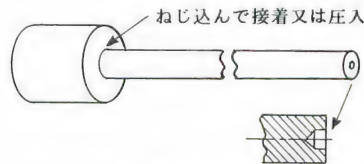

図11-14
- ③据えぐりのときは、往復台や横送り台の遊びを綿密に調整し、横送り台上に工作物の据付がすんだら、忘れずに横送り台の固定ボルトを締めて前後の動きを固定します。据えぐり中の刃先の運動を考えればわかるように、固定しないと切削中に前後に振動して良い切削ができないからです。
- ④作業が終わった後、主軸のセンターが非常に固くはまりこんでいて抜くのに行ることがあります。決してペンチなどで引っ張ったりしてはなりません。主軸の左端から真鍮棒を差し込んでハンマーで軽くたたくと抜けます。はずみをつけるために図11-14のように鉄または真鍮の重い頭をつけ、これを握ってコツンとたたきますとハンマーが要りません。いずれにせよセンターが勢い良く飛び出してベッドなどを傷付けますから右手で押さえて行います。